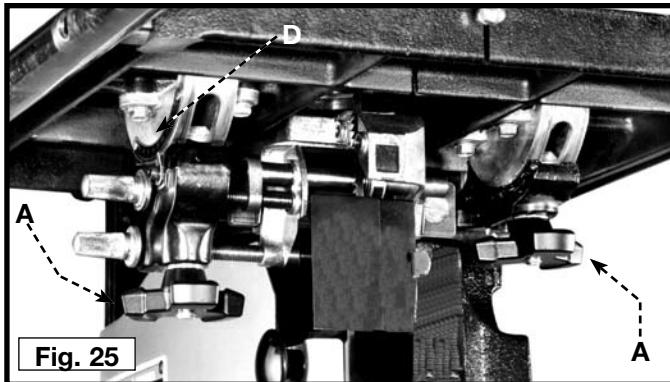
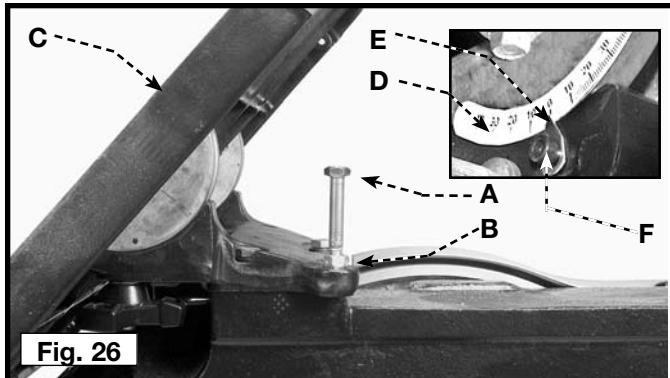

Fig. 25
Fig. 26
- Pour incliner la table vers la droite, desserrer les deux boutons de verrouillage (A) fig. 25, incliner la table à l'angle voulu comme il est illustré sur l'échelle (D) fig. 25 et 26, puis resserrer les deux boutons de verrouillage (A).
- Pour incliner la table (C) fig. 26 vers la gauche, desserrer les deux boutons de verrouillage (A) fig. 25, et incliner la table vers la droite jusqu'à l'obtention de l'accès à la butée de la table (A) fig. 26. Retirer la butée (A) fig. 26, et incliner la table de 10 degrés vers la gauche. Resserrer les deux boutons de verrouillage (A) fig. 25.
L'appareil est muni d'une butée réglable (A) fig. 26, qui permet à la table d'être réglée perpendiculaire à la lame.
Incliner la table (C) fig. 26, vers la gauche jusqu'à ce que la butée de la table (A) fig. 26, entre en contact avec la table. Placer une équerre sur la table contre la lame (fig. 27). Si la lame n'est pas perpendiculaire à la surface de la table
2. Desserrer le contre-écrou (B) fig. 26, pour libérer la vis de réglage (A) fig. 26. Tourner la vis de réglage (A) vers la droite ou la gauche pour soulever ou abaisser la butée de la table puis serrer le contre-écrou (B).
4. Une fois la table perpendiculaire à la lame, confirmer que le pointeur (E) fig. 26, indique bien le repère zéro. Si non, desserrer la vis (F) fig. 26, et déplacer le pointeur sur le zéro. Resserrer la vis.